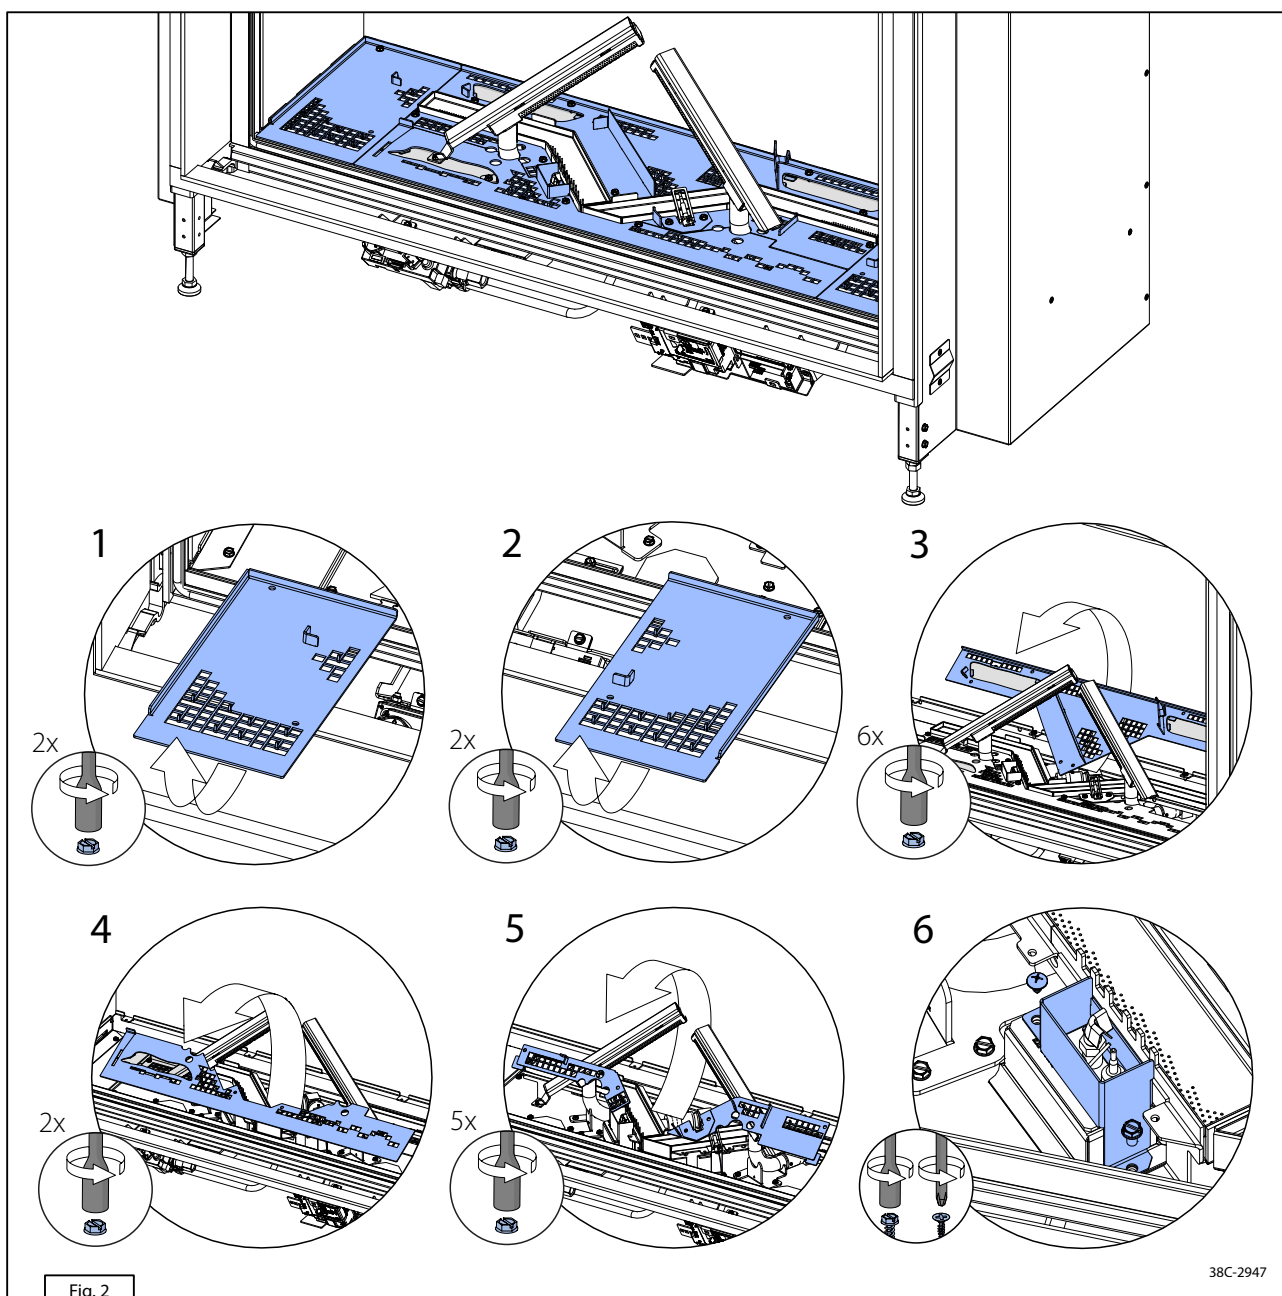

Fig. 2
Le module Wi-Fi est doté de deux indicateurs DEL différents et d'un bouton de réinitialisation (figure 2). Les différentes DEL et leurs couleurs sont indiquées dans le tableau 1-1.
- Lors du démontage de la surface du brûleur, procédez comme suit (voir la figure 2) :
- Ajustez les bagues de réglage des brûleurs principaux et des brûleurs verticaux à gauche à l'aide des entretoises 14 (G) et 12 (E), en utilisant la clé Allen fournie dans le kit de conversion (étape 1).
- Ajustez la bague de réglage du brûleur principal droit à l'aide de l'entretoise 10.5 (F) en utilisant la clé Allen fournie dans le kit de conversion (étape 2).
- Ajustez la bague de réglage du brûleur vertical droit à l'aide de l'entretoise 7 (H) en utilisant la clé Allen fournie dans le kit de conversion (étape 3).
- Effectuez les étapes 1 à 6, section 1.2 (figure 2), dans l'ordre inverse.